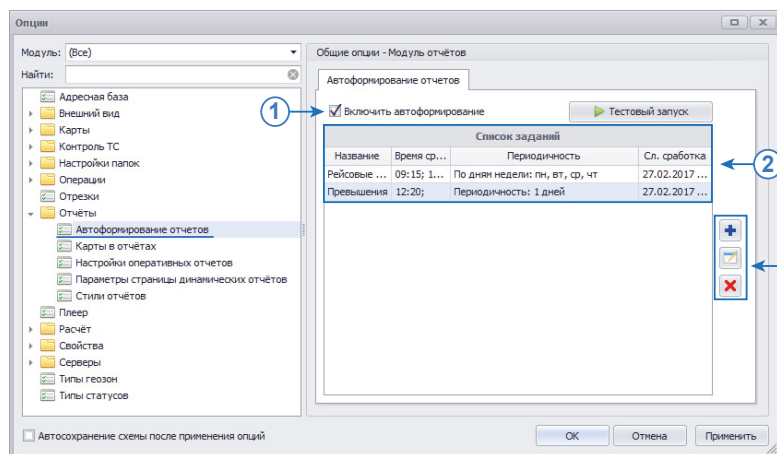

Рис.15. Расписание отчетов.
Для того чтобы добавить новый отчет в задание, необходимо нажать кнопку «Добавить отчет». Появится меню «Добавление нового отчета: ...» (в конце заголовка указывается название задания) (**Рис.15**).
- в списке «Выберите отчет» (**Рис.15, п.1**) выбрать отчет для формирования (необходимо выделить этот отчет);
- в списке «Выберите ТС» (**Рис.15, п.2**) необходимо установить галочки напротив транспортных средств, по которым необходимо сформировать отчеты. Допускается выбор групп ТС. Отчеты по всем выбранным ТС будут экспортированы в один общий файл;
- на панели «Настройки формирования» (**Рис.15, п.3**) настроить следующие параметры:
произвольный период. Произвольный период задается относительно времени сработки задания. Для настройки периода необходимо указать количество минут до времени сработки задания, данные за который будут включены в отчет. Для того чтобы включить в отчет все данные, начиная с некоторого момента времени, и до момента сработки задания, необходимо задать нулевую Разницу между временем сработки задания и концом периода. Например, настройка на **Рис.15** включает в отчет данные за 5 часов (300 минут) до времени сработки задания.
- в списке «Формат экспорта» (**Рис.15, п.4**) выбрать формат, в который будет экспортирован отчет;